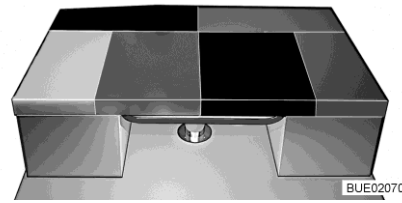

Fig. 155 Après la transformation
- Placer le coussin supplémentaire sur la table (voir Fig. 155). Poser le côté en biseau du coussin sur le siège latéral de la dînette en L.